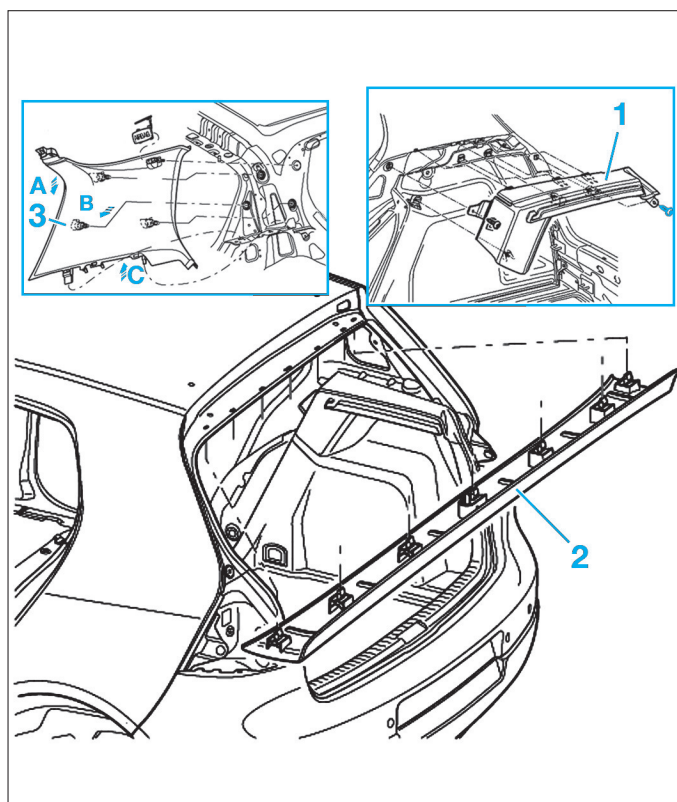

Fig. 16
- le support de la plage arrière (1) (Fig.16),
- le cache du pavillon (2),
- le revêtement du montant C (3).